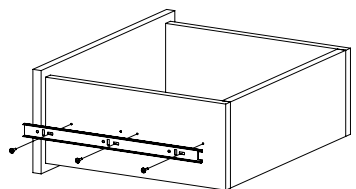

Рис.16
13. Закрепите внутренние планки направляющих на деталях 13, 14 и 16, 17 шурупами 3,5х16 (Рис. 16).